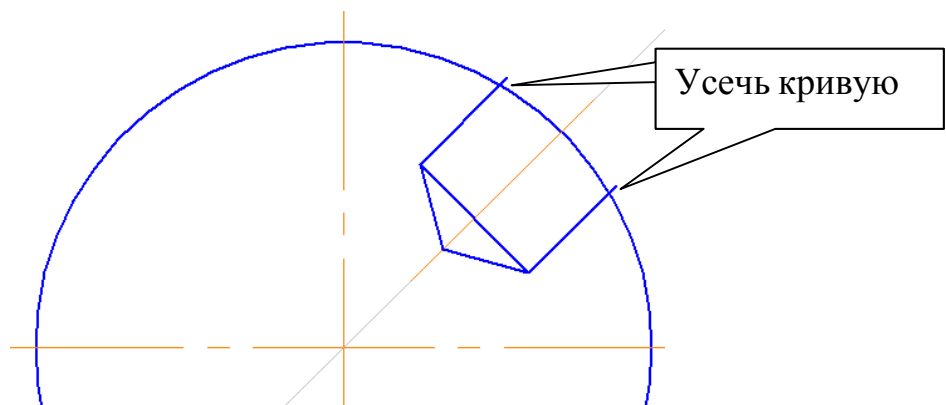

Рис. 15
10. Для выполнения разреза В-В сделайте активным **Вид 1**, в проекционной связи постройте окружность $\varnothing 40$, из центра окружности постройте прямую под углом 45° командой *Вспомогательная прямая*  , рис. 15.
Вставьте в чертеж, рис. 15. Командой *Усечь кривую*  удалите лишние линии.